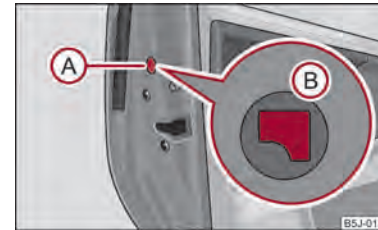

Fig. 14 Bloccaggio di emergenza della porta
- Rimuovere la mascherina (A) ⇒ fig. 14.
- Introdurre la chiave nell'apertura sotto alla mascherina e premere verso l'interno la levetta (B) sino all'arresto.